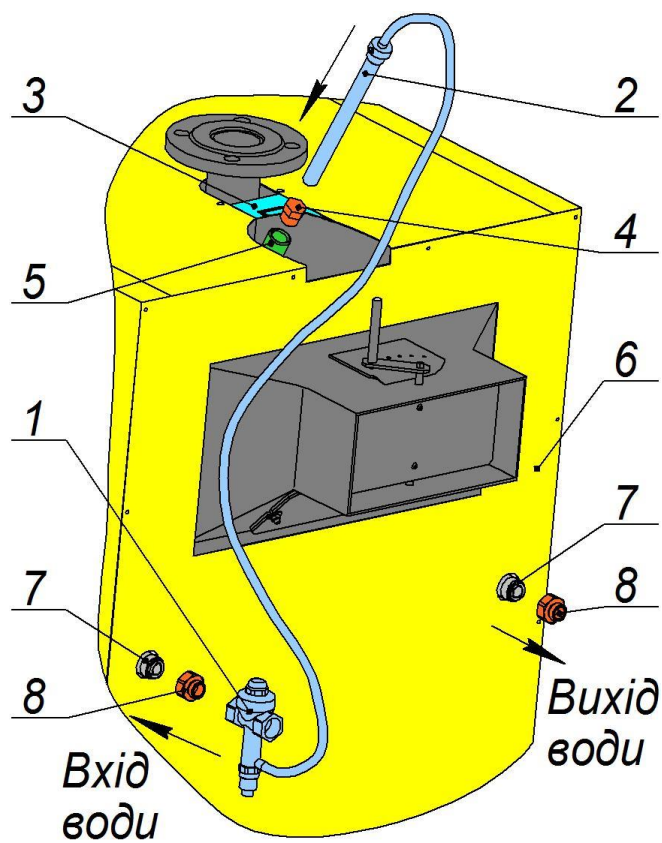

Рис.11. Монтаж температурного клапана:
6.7.6. Клапан зниження температури (для котлів моделі “Данко-18ТНЕ”) встановлюється у відповідності з рис. 11. Монтаж проводити на одному із патрубків охолоджувального контура 7 (різьба G 3/4”), для чого спочатку необхідно від’єднати перехідник 8. Термобалон клапана 2 вкручується у патрубок 5 (G1/2”), який знаходиться на верхній стінці теплообмінника біля подаючого патрубка котла. Місце його розташування можна визначити по додатковим просічкам у кришці облицювання біля патрубка подачі. Перед встановленням клапана, необхідно злити воду, зробити отвір по додатковим просічкам у кришці облицювання, демонтувати заглушку.
9.4.3. Котли моделі “Данко-18ТНЕ” додатково оснащені контуром охолодження котла, на який може додатково встановлюватись термостатичний клапан (п.6.7.6, рис.11). У випадку, коли температура води в котлі підніметься вище 95°C, клапан автоматично пропустить через контур воду із системи водопостачання, знижуючи таким чином температуру води в котлі. У випадку, коли котел не оснащено автоматичним термостатичним клапаном, можна при температурі в котлі до 95°C чи вище і наявності стуку в системі пропустити через контур холодну воду в ручну. Після охолодження води до значення 75°C та усунення причин аварійної ситуації, розпал котла проводиться знову.